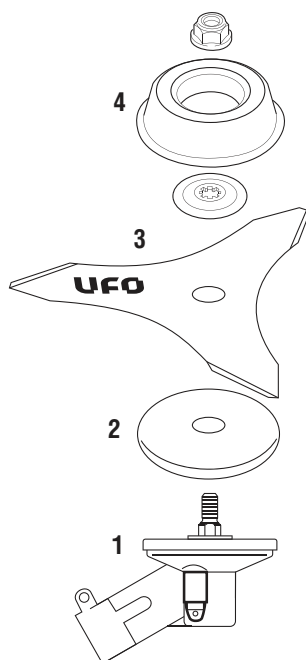

Рис. 9
1. Установите все части в последовательности, показанной на рис. 9.
**3.** Крепко затяните фиксирующую гайку (Рис. 9) ПРОТИВ ЧАСОВОЙ СТРЕЛКИ, удерживая стопор.